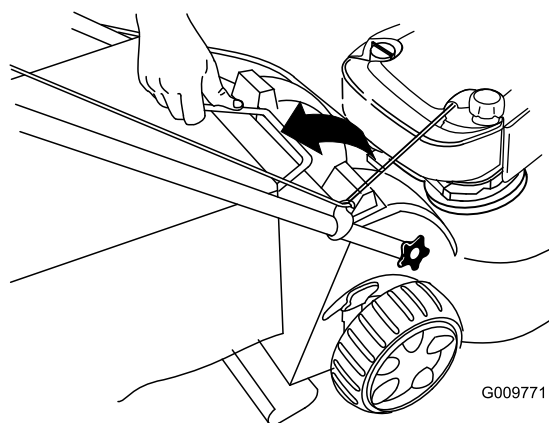

Рисунок 29
2. Поднимите ручку мешка для травы из канавки на верхней панели машины и снимите мешок с машины (Рисунок 29).